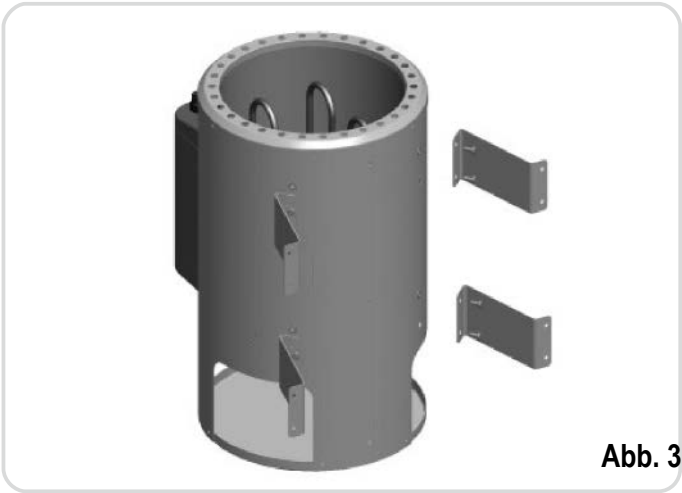

Abb. 3
- 4 Stück Wandhalterung laut Abbildung 3 montieren.